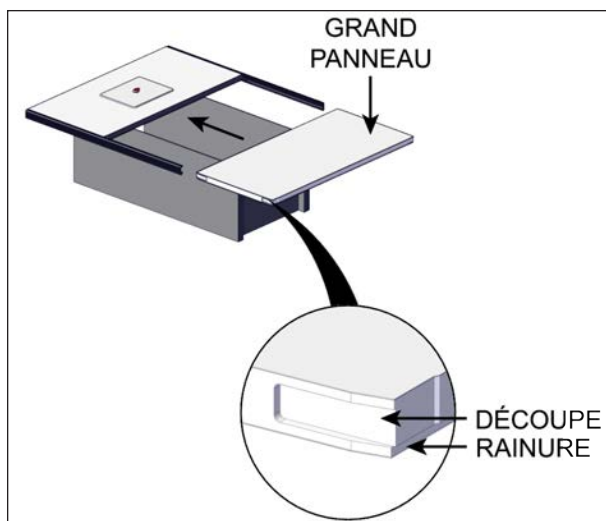

FIGURE 31: INSTALLATION DU GRAND PANNEAU DANS LES PROFILÉS EN C
C. S'assurer que le profilé en I est bien glissé par-dessus le panneau sur les côtés inférieurs et supérieurs, voir Figure 31.
S'assurer que le côté du panneau avec la découpe montrée sur la Figure 31 pointe vers l'extérieur.